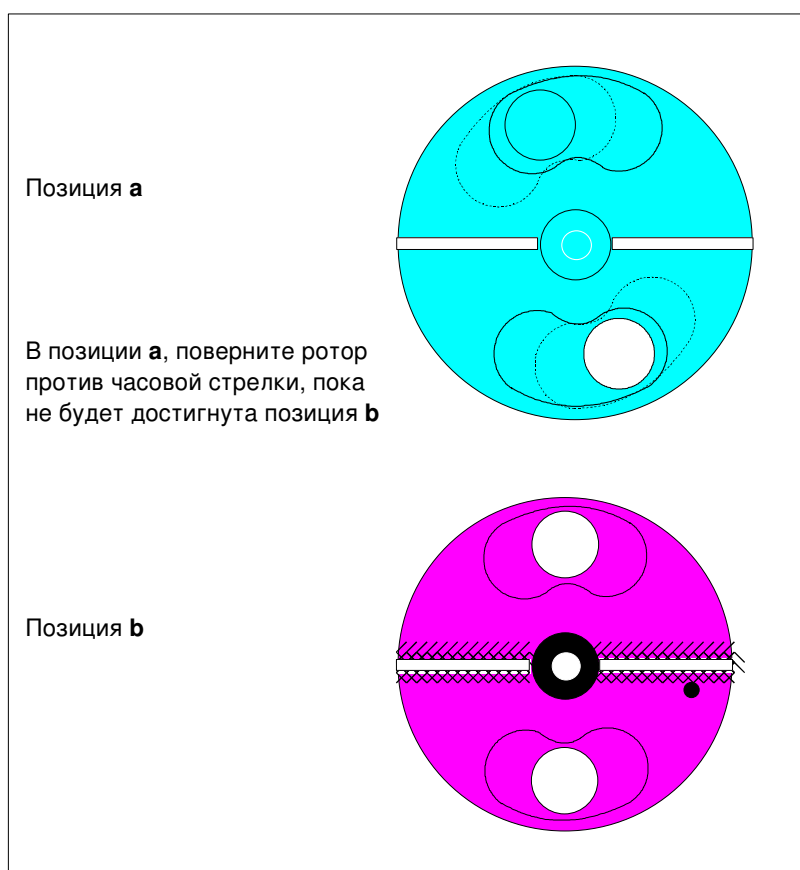

Рис. 2-7: Точное положение транспортного ротора
- ☐ почкообразные отверстия в измерительной камере прикрыты и ротор выровнен точно (см. Рис. 2-7).